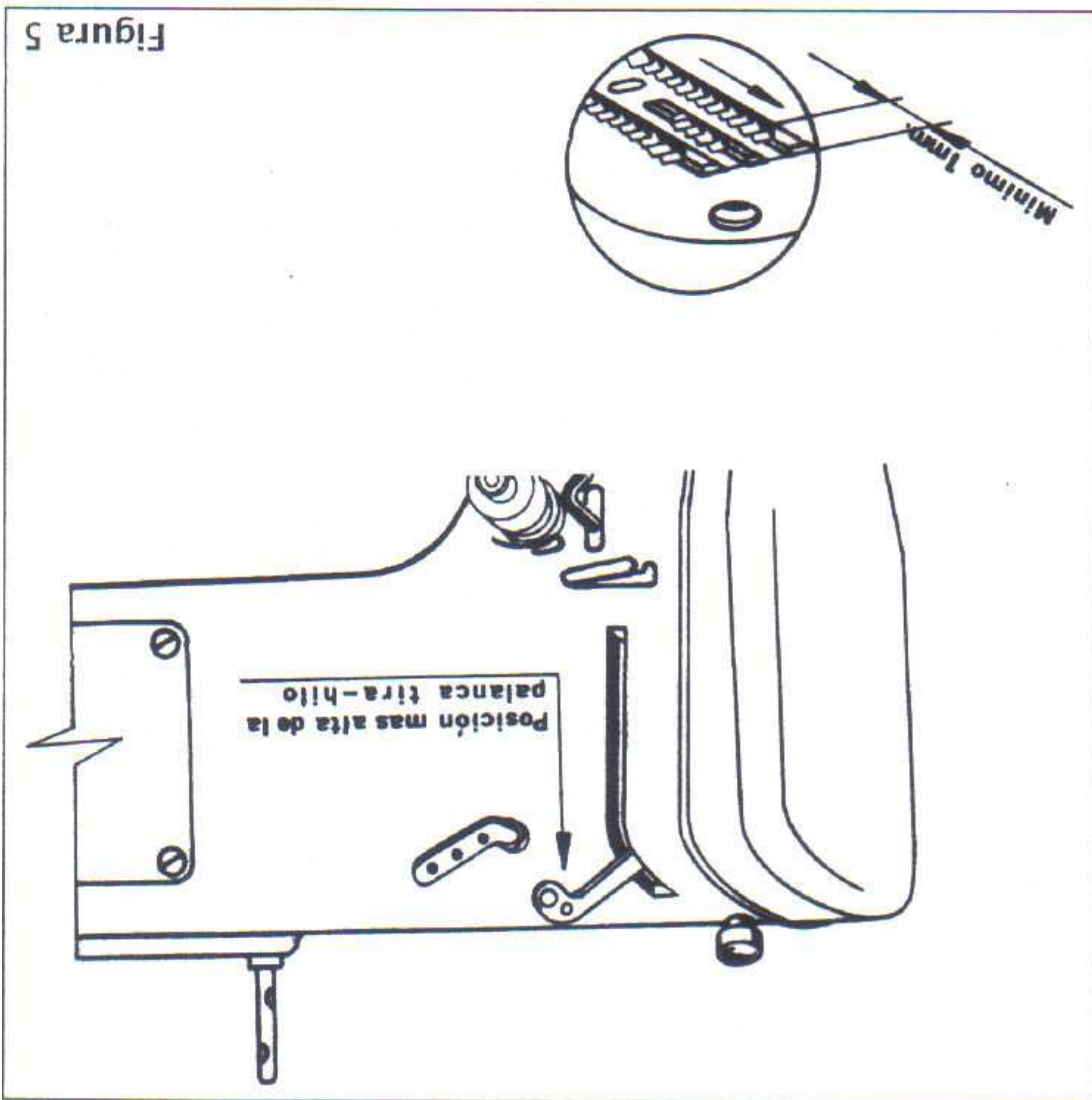

Figura 5
2. Cuando la palanca tira-hilos se encuentra en su posición más elevada (P.M.E.) y el mando regulador de puntada en la longitud máxima, al transportador debe faltarle aproximadamente 1 mm. (figura 5) para terminar su recorrido de avance (flecha 2 del diagrama de la figura 4).